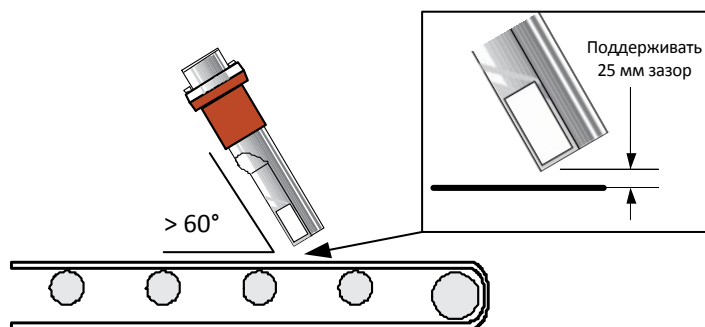

Рисунок 10: Датчик Hydro-Probe, расположенный под углом  $45^\circ$  для уменьшения скопления материала на датчике
- Корпус датчика Hydro-Probe можно установить под углом от  $90^\circ$  до  $60^\circ$  к конвейерной ленте, чтобы уменьшить скопление материала на датчике. Важно поддерживать угол  $45^\circ$  к потоку материала и зазор 25 мм до конвейерной ленты, см. Рисунок 10.